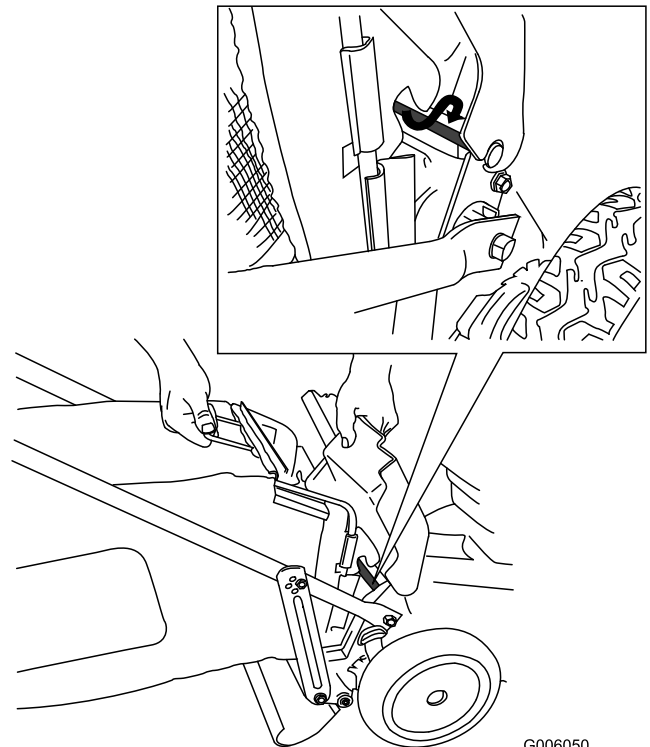

Figura 1
1. Levante y sujete la puerta trasera (Figura 1).
3. Instale la bolsa sobre la varilla de la puerta (ver detalle, Figura 1).